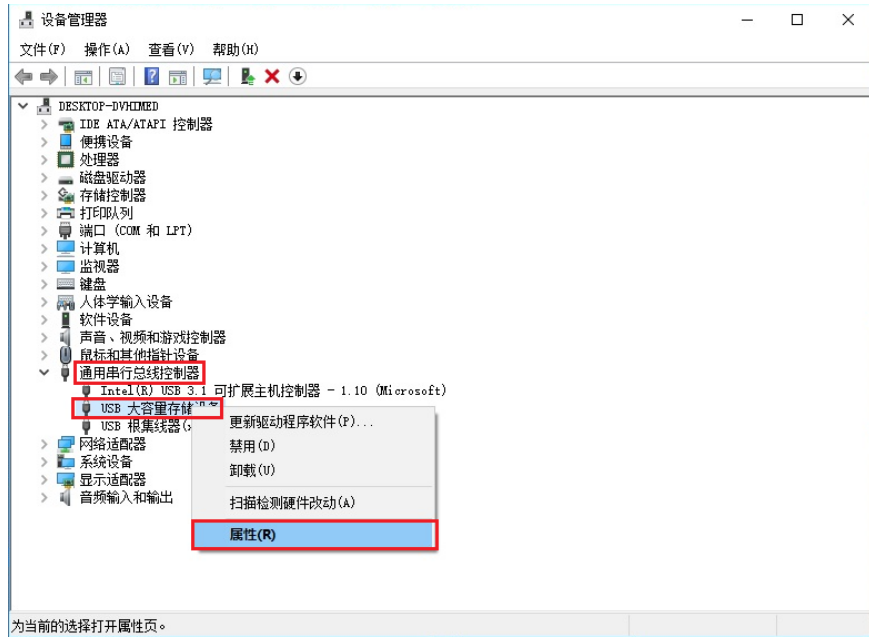

图 7-1 设备管理器选项
- (1) 右键单击  选择 属性(R)。
- (2) 在  中进行如下操作，如图 7-1 所示。